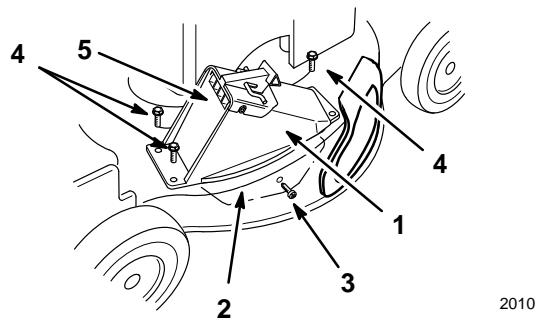

Figure 38
- Insérer la patte du conduit d'éjection dans le carter de tondeuse (Fig. 38).
- Faire correspondre les perforations du conduit d'éjection et les oeillets du carter de tondeuse (Fig. 38).
- Faire correspondre la perforation de la patte du conduit et la perforation latérale du carter de tondeuse (Fig. 38).
- Insérer la vis autotaraudeuse fournie avec le sac de ramassage dans la perforation latérale du carter de tondeuse et dans la patte, et serrer la vis partiellement (Fig. 38).
- Fixer le conduit d'éjection au carter de tondeuse à l'aide des 3 boulons fournis avec le sac de ramassage (Fig. 38).
13. Ouvrir et fermer le volet d'éjection pour s'assurer qu'il peut se mouvoir librement (Fig. 38).